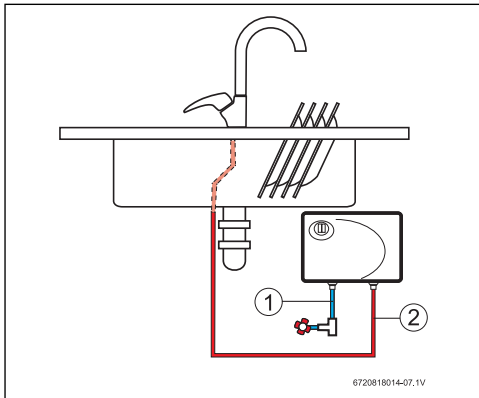

Fig. 13 Ejemplo de instalación
- ▶ Móntese sólo como se muestra en Fig. 13 con las conexiones de agua situadas en la parte inferior. Recuerde que debe mantener la longitud de tubería de agua caliente al mínimo, a fin de ahorrar energía.